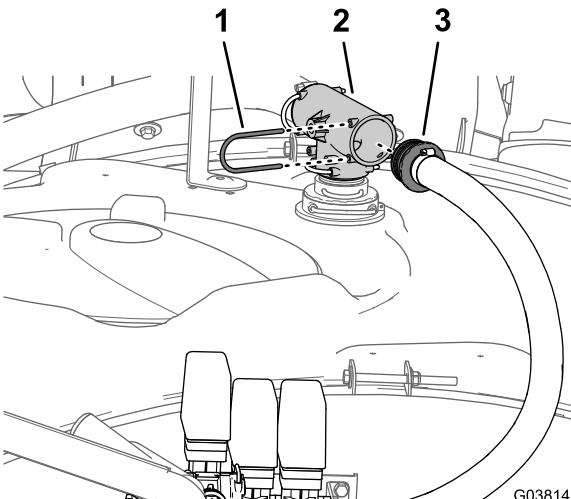

图25
5. 在打药车药缸的顶部拆下将旁通软管的直通宝塔接头固定至 T形接头的卡环 图25。
6. 从 T形接头卸下直通宝塔接头 图25。